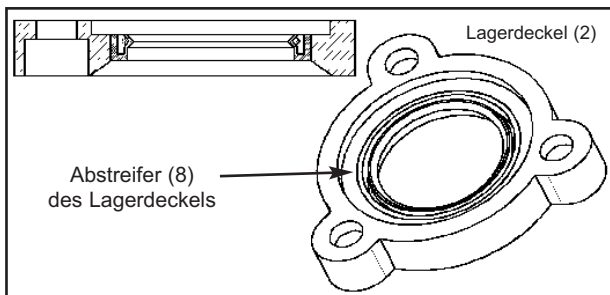

Abb. 22
- Eine neue Öldichtung (8) leicht einfetten. Mit einem ausreichend dimensionierten Werkzeug mit der Lippe nach oben in den Lagerdeckel schieben, so dass er dem Lager gegenüber liegt ; siehe Abb. 22.